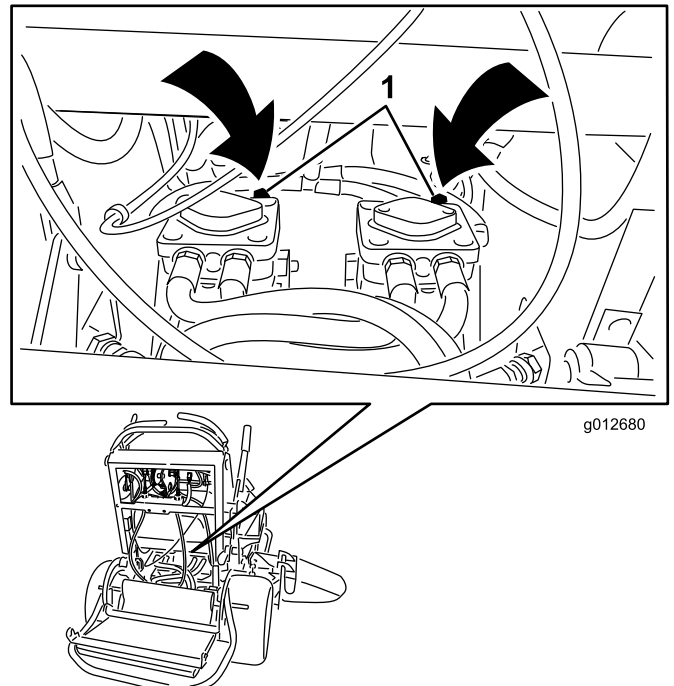

Figura 23
3. Abra las válvulas de desvío de ambas bombas girándolas 1 a 2 vueltas en el sentido contrario a las agujas del reloj (Figura 23).